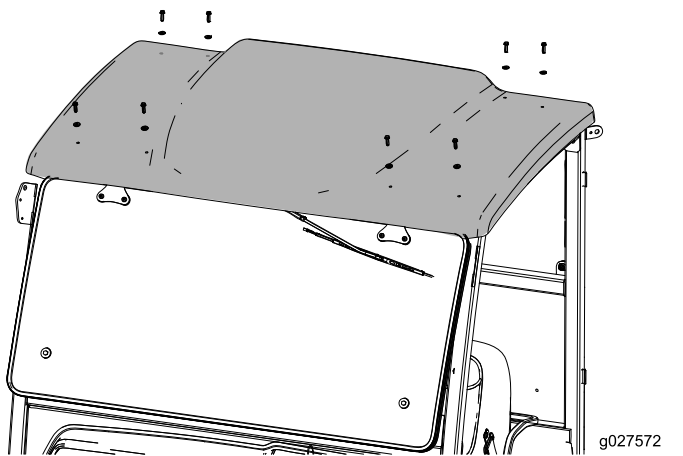

図 1
5. キャブの上部を固定しているボルト 図 1 を外し、キャブの上部板を注意深く外す。
注 実際のキャブは図と異なる形状の場合があります。図 1に示すよりも多くのボルトを外す必要がある可能性もあります。